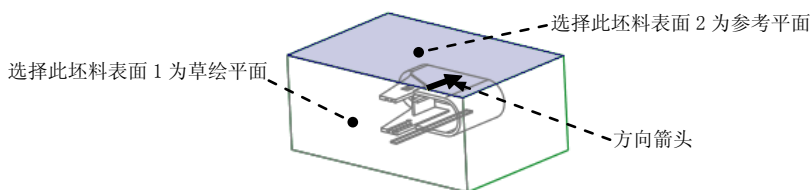

图 19.32 定义草绘平面
(1) 单击 **编辑模具体积块** 操控板 **形状** 区域中的  按钮，此时系统弹出“拉伸”操控板。
(2) 定义草绘截面放置属性。右击，从弹出的菜单中选择 **定义内部草绘...** 命令；在系统  的提示下，选取图 19.32 所示的坯料表面 1 为草绘平面，接受图 19.32 中默认的箭头方向为草绘视图方向，然后选取图 19.32 所示的坯料表面 2 为参考平面，方向为 **上**，单击 **草绘** 按钮，此时进入草绘环境。